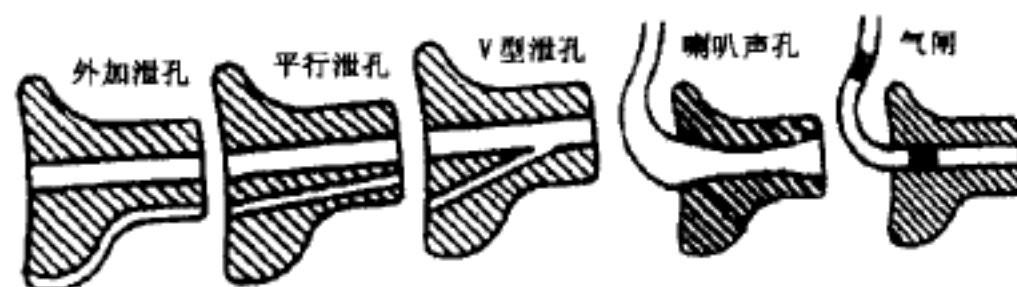

图11-18 耳模声孔、泄孔和气闸
4. 耳模打泄孔。气孔可以衰减助听器的低频输出,以减少阻塞不适的感觉,适用于轻度、中度和部分中重度听力损失患者。气闸(阻尼)可以降低中频过高的反应,使声音更柔和舒适,并适用于重振现象的患者。耳模泄孔可以依照听力损失不同和外耳道的实际情况,设计成不同类型,若外耳道太窄可设置V型泄孔;如因用一般泄孔耳产生漏声情况,可采用外加泄孔。平行泄孔对高、中、低频有同等的放大作用。喇叭声孔可以加强高频的输出,使高频失听者听得更清楚(见图11-18)。